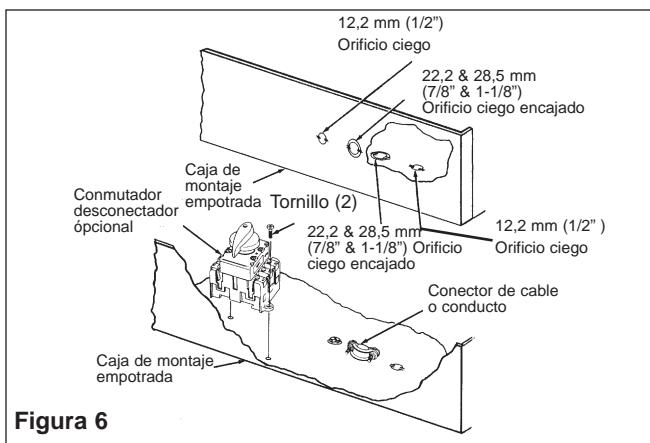

Figura 6
- Extraiga la caja montada empotrada (Figura 6) de la caja que contiene el cerramiento montado empotrado, Tipo REA.
- Extraiga uno de los orificios ciegos e instale un conector de cable o conducto (Figura 6).
- Instale el interruptor desconectador opcional (si requerido) según se ilustra en la Figura 6.